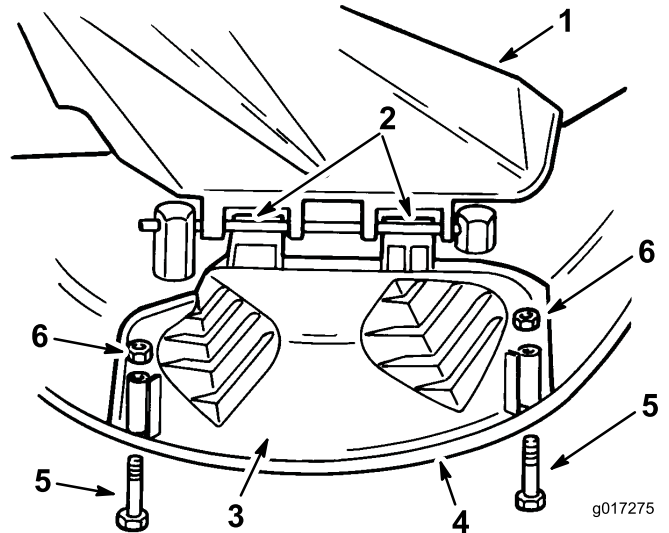

Bild 4
Abdeckung des Auswurfkanals nach unten über die Öffnung und auf die untere Lippe des Mähwerks (Bild 4).
2. Befestigen Sie die Abdeckung des Auswurfkanals mit zwei Schrauben (1/4 x 2-3/4") und zwei Muttern (1/4 Zoll) an der unteren Lippe des Mähwerks (Bild 4).